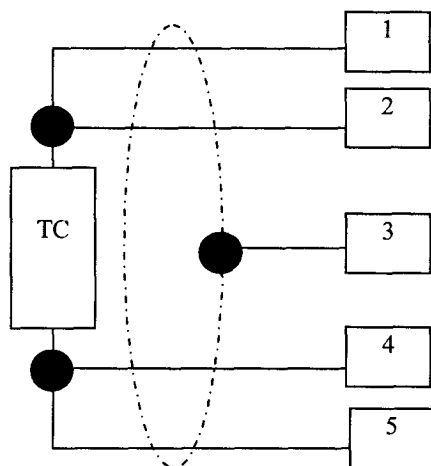
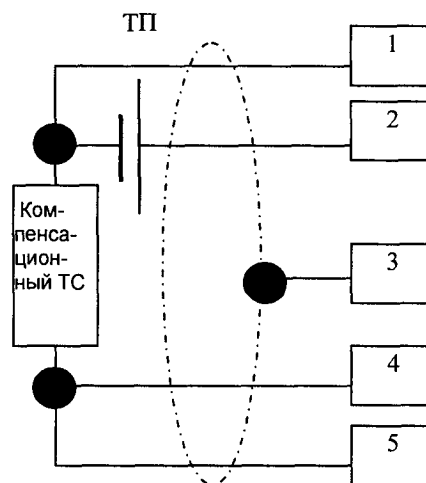

Рис. 2 Схема соединения для ТС
Рис. 3 Схема соединения для ТП
2.2.3. При использовании нестандартного датчика температуры его необходимо припаять к разъему "для подключения датчика" в соответствии с рисунками 2 и 3. Термометры сопротивления (ТС) подключаются к прибору по 4-х проводной схеме соединений экранированным проводом (Рис. 2). Термоэлектрические преобразователи (ТП) с компенсационным ТС подключаются к прибору по схеме, показанной на рис. 3.